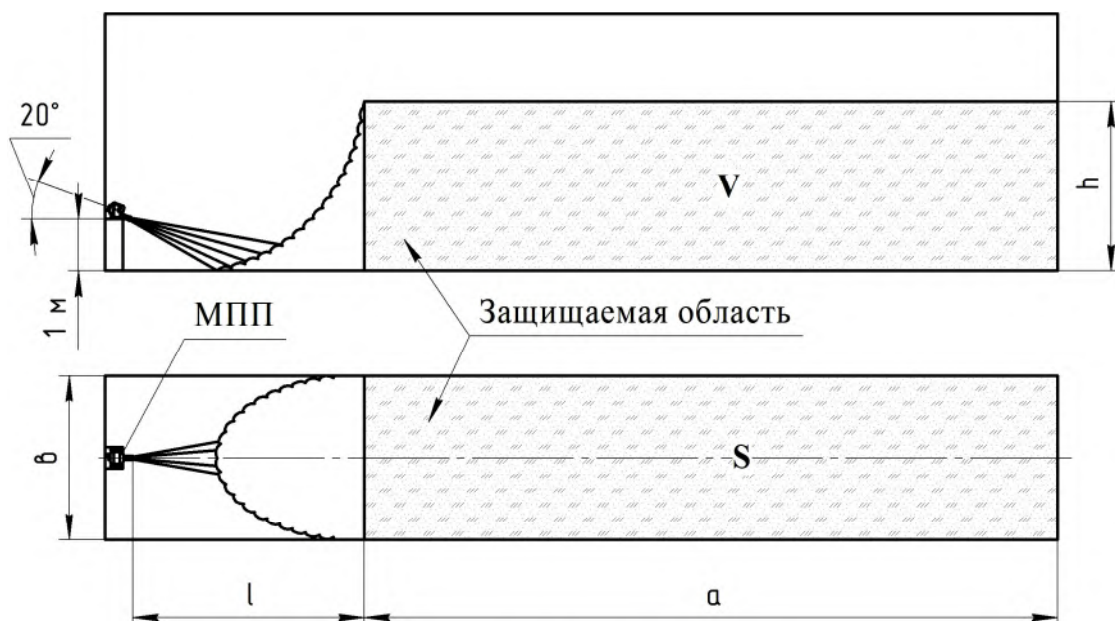

Рисунок 5
**Параметры тушения МПП (см. рисунок 5)**